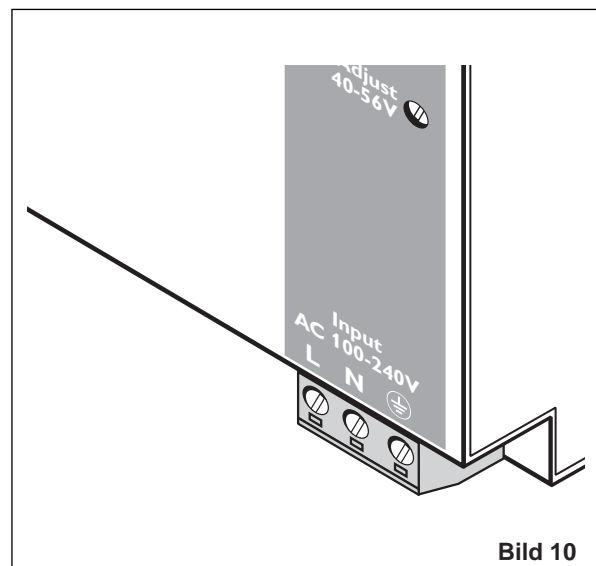

Bild 10
#### 6.5. Eingang (①, Bild 10)